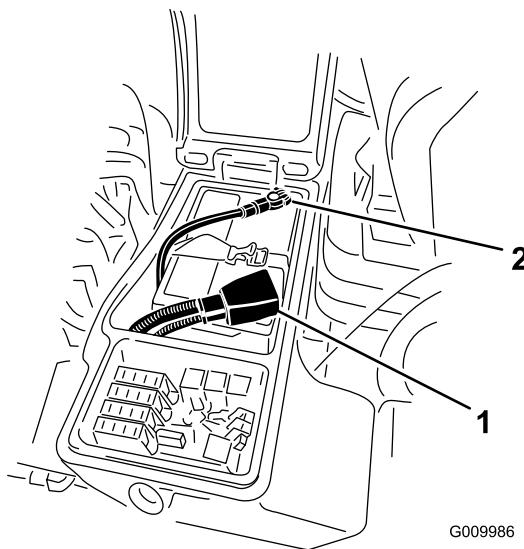

図 37
- 赤いケーブルをバッテリーの端子に、黒いケーブルはバッテリーの端子に固定する図 37ケーブルはキャップスクリュとナットで各電極に確実に固定すること。プラス端子が電極に十分にはまり込んでいること、ケーブルの配線に無理がないことを確認する。ケーブルとバッテリーカバーを接触させないこと。ショート防止のために端子にゴムキャップをかぶせる。